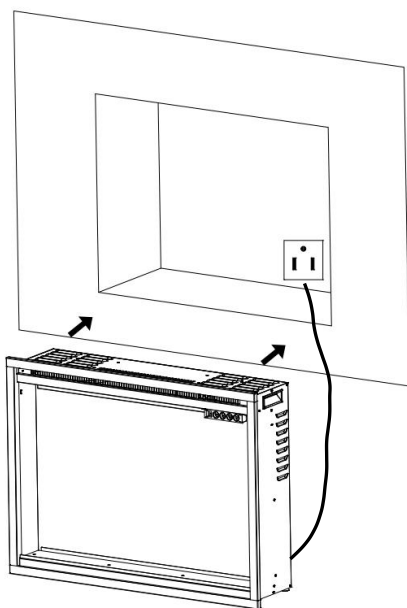
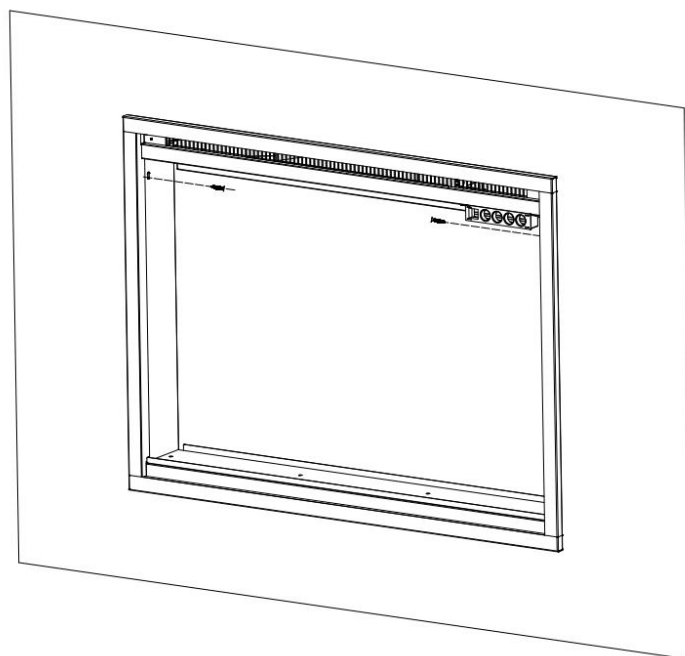

Fig. 2-1
Fig. 2-2
2. Chiedere a due persone adulte di sollevare il caminetto e di inserirlo nel telaio grezzo, quindi fissarlo installando **2** viti da legno (**B**) attraverso i fori (**Fig. 2-1**, **Fig. 2-2**).